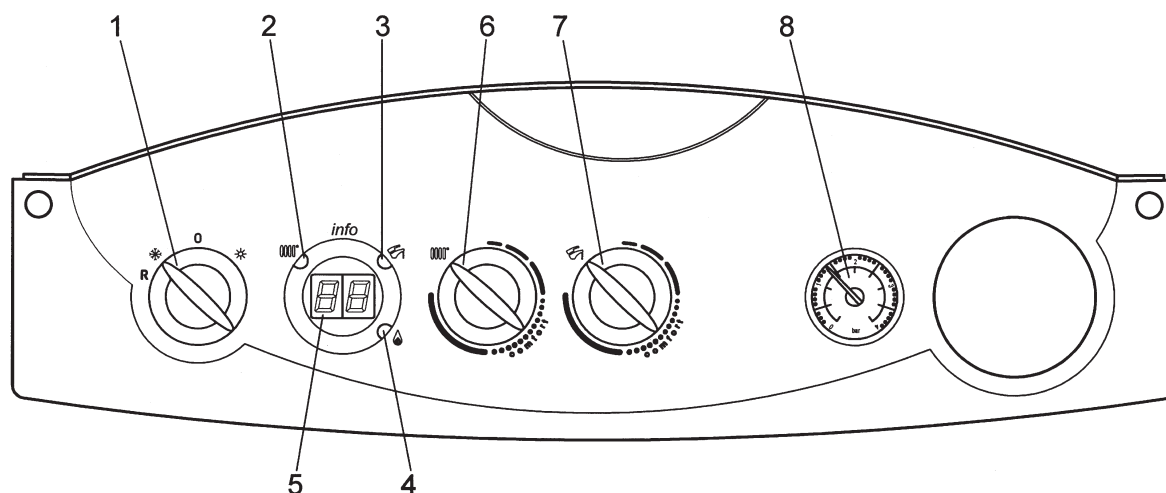
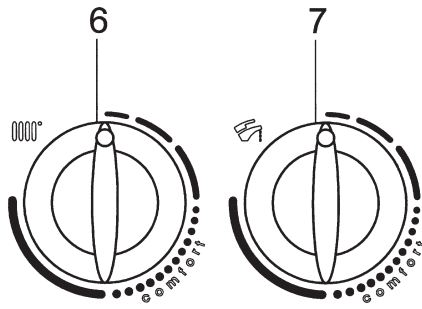
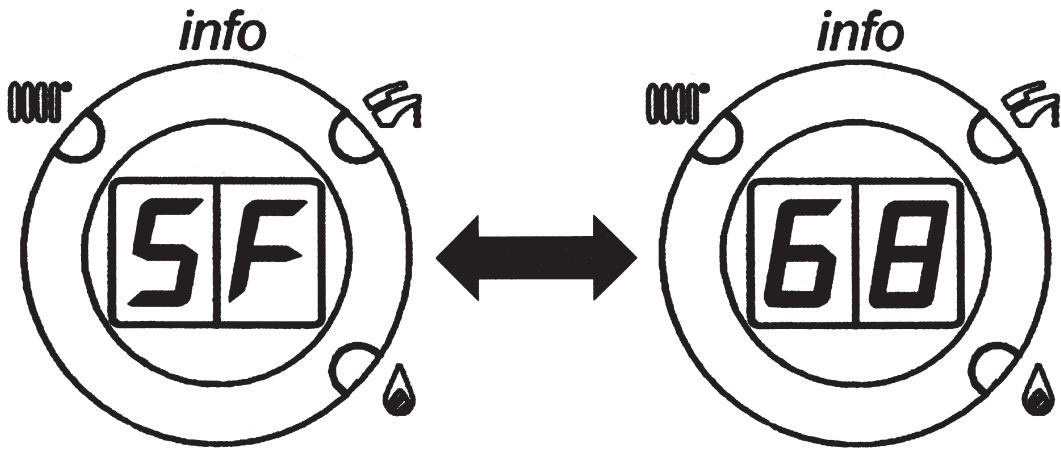

Fig. 26
Fig. 28A
Fig. 29
To permit the boiler to handle requests from individual zones, turn the Summer/Winter selector (1 - figure 26) on the boiler's front panel to Winter (❄️) position.
Connect the switch for functioning in multi-zone mode in parallel to the "TA" terminals 1-2 on terminal board M1 as shown in figure 21. Set the desired temperature with knob 6, figure 26, directly on the boiler control panel.
Pour le fonctionnement de la chaudière, en cas de demande séparée de la part des différentes zones, il est nécessaire de mettre le sélecteur Été/Hiver (1 - figure 26) qui se trouve sur le panneau de commande de la chaudière sur la position Hiver (❄️).
Choisir la température de chauffage directement sur le panneau de commande de la chaudière en tournant le bouton 6, figure 26.
Use the central heating temperature control knob (6 - figure 26) on the boiler's control panel to set central heating output temperature to the various zones.
Programmer la température de refoulement prévue pour chaque zone en utilisant le bouton de réglage de la température du circuit de chauffage qui se trouve sur le panneau de commande de la chaudière (6 - figure 26).
#### 5.4 INITIAL LIGHTING - Refer to Fig. 26
#### 5.4 PREMIER ALLUMAGE - Référez-vous à la Fig. 26
- 1) Turn the control knobs 6 and 7 (figure 26) fully counter-clockwise to their minimum positions as shown in figure 28A.
Note: LEDs 2 and 3 (figure 26) flash alternately and the display alternates the message "SF" and the boiler output temperature about every five seconds (figure 29).
- 4) Calibration mode remains active for 20 minutes. To exit "calibration mode" before this time simply turn control knob 7 (figure 26).
- 1) tourner les boutons 6 et 7 (figure 26) dans le sens inverse des aiguilles d'une montre en les mettant sur la valeur minimum, comme le montre la figure 28A;
Remarque : les Led 2 et 3 (figure 26) clignotent une après l'autre et l'afficheur visualise le message "SF" qui s'alterne, par intervalles de 5 secondes, à la valeur de température de départ de la chaudière (figure 29).
- 4) Cette fonction reste disponible pendant 20 minutes. Il est possible de l'interrompre à l'avance en tournant le bouton 7 (figure 26).